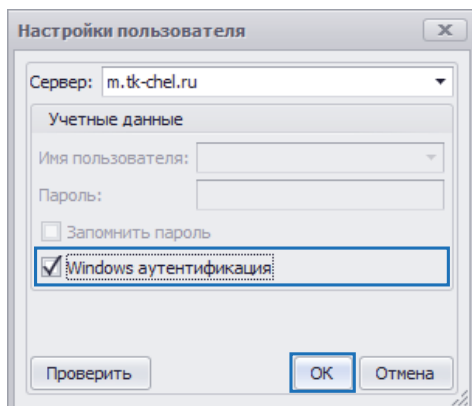

Рис.16. Windows аутентификация.
- Для выполнения Windows аутентификации – входа на сервер от имени текущего пользователя системы Windows включите опцию «Windows аутентификация» и нажмите кнопку «ОК» (Рис.16).